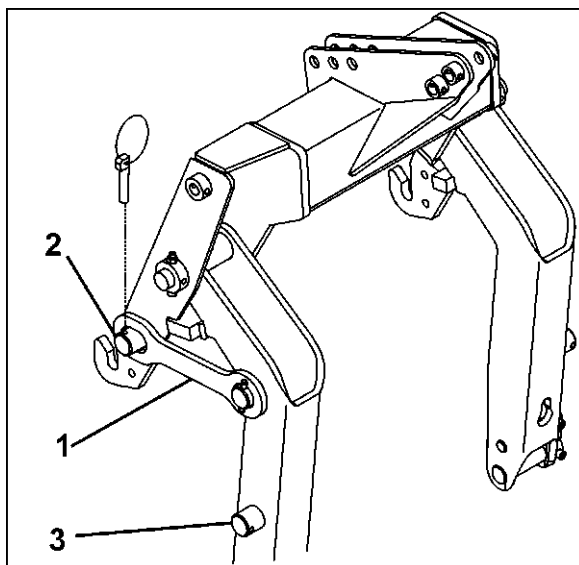

Fig. 51
3. Sving sikringsafstivningen (Fig. 51/1)
- o i transportposition (Fig. 51/2).
- o i parkeringsposition (Fig. 51/3).